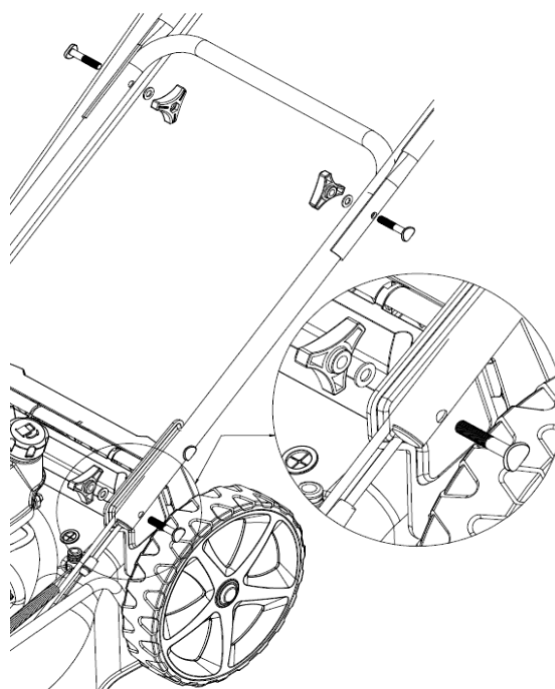

Рис.3
3. Установите верхнюю рукоятку закрепив ее за нижнюю рукоятку при помощи болта и барашковой гайки с внутренней стороны. Рис.3